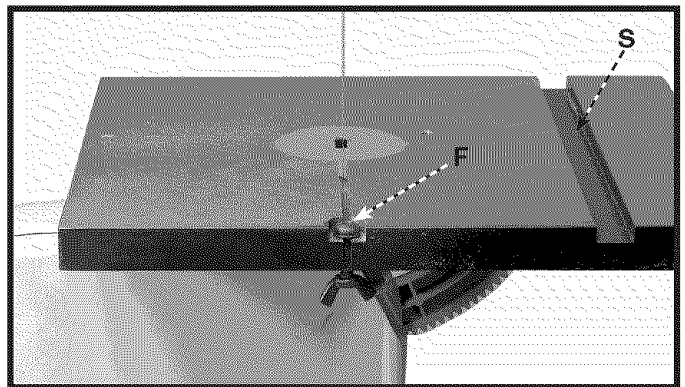
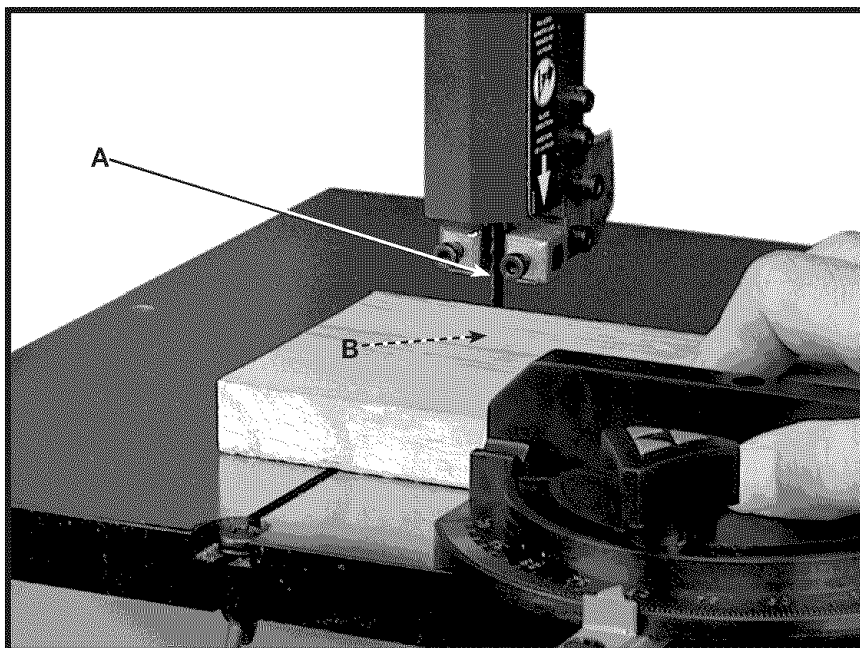

Fig. 37
Fig. 40
4. Quite el tornillo de alineamiento de mesa (F) Fig. 37.
10. Para utilizar el calibrador de mitra como mostrado en el Fig. 40, meten la barra de la guía de calibrador de mitra en el de ranura de calibrador de mitra (S) Fig. 37 y lo ajusta al ángulo deseado.
Fig. 40 ilustran una operación de través típica que utiliza el calibrador de mitra. Observe cómo el ensamblado de guía de hoja superior está fijado ligeramente por encima de la superficie de trabajo (B).